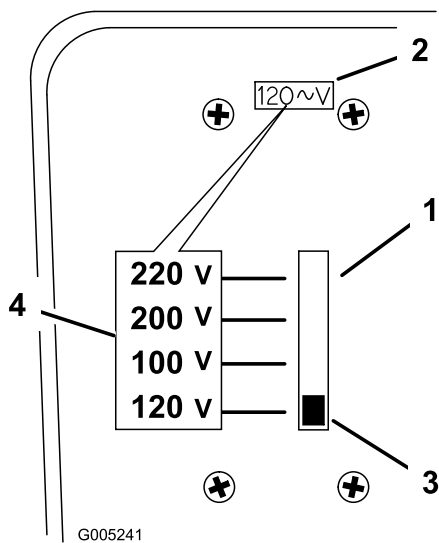

Bild 14
1. Die Spannungsauswahl befindet sich hinten am Ladegerät (Bild 14).
2. Schieben Sie den Schalter an der Spannungsauswahl nach oben oder unten, um die Spannung einzustellen (Bild 14).